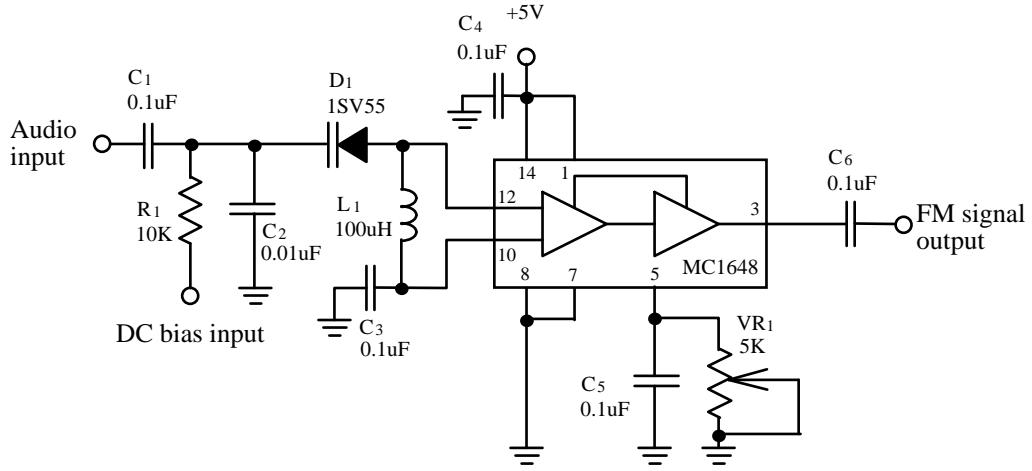

Fig. 7-3 MC1648 FM modülör devresi.
Deneylerimizde, Fig. 7-3'de gösterilen, MC1648 VCO içeren frekans modülatörü gerçekleştirilecektir. Temel olarak, bu devre bir osilatör ve osilasyon frekansını belirleyen girişteki akort devresidir. Bu devredeki,  $C_2$  ve  $C_3$  kapasiteleri, gürültüyü süzmek için bypass kapasiteleridir. Yüksek bir frekansta(2.4MHz) çalışıldığı zaman, bu iki kapasitenin kapasitif reaktansı
Yukarıda bahsedildiği gibi,  $D_1$  varaktör diyotunun  $C_d$  kapasitansı, ters kutuplama geriliminin değeri ile değişir. (7-6) denklemine göre,  $C_d$  kapasitansının değişimi osilasyon frekansının değişimine neden olacaktır. Fig. 7-3'deki devrede, küçük bir DC gerilim, büyük bir  $C_d$  kapasitansı ve küçük bir frekans çıkışı üretecektir. Diğer taraftan, DC gerilimindeki artış,  $C_d$  kapasitans değerini düşürecek ve yüksek bir frekans çıkışına neden olacaktır. Bu nedenle, DC gerilim sabit tutulur ve girişe bir ses işareti uygulanırsa, VCO çıkış işareti frekans modüleli bir işaret olacaktır.
1. Fig. 7-3'deki tank devresinde bobin değeri 80nH ve rezonans frekansının 100MHz olması istenirse, varaktör diyotun kapasite değeri ne olmalıdır?